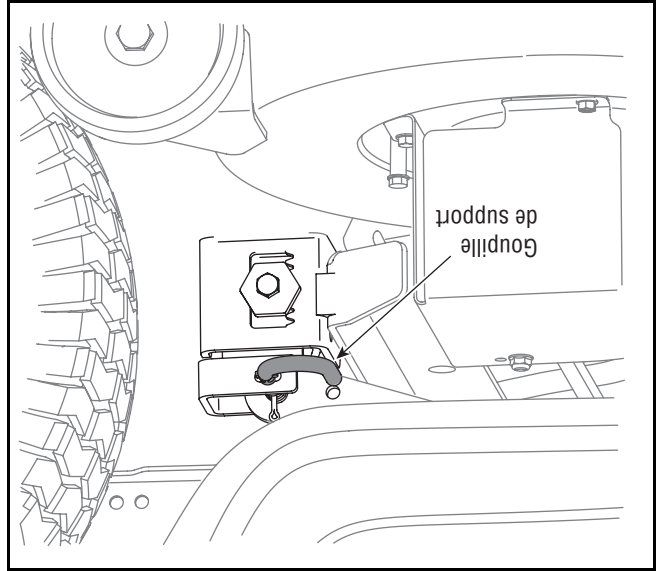

Figure 21
7. Sortez la goupille de support du plateau de coupe pour dégager le plateau de la tringle de relevage. See Figure 21.